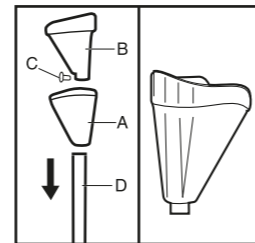

Figura 14
Insira a capa (A) do adaptador no tubo metálico prata (D) até o tubo metálico preto. Depois coloque o adaptador (B) no tubo metálico prata, alinhando os furos do adaptador (B) com os furos do tubo metálico prata, para assim fixar o parafuso (C) deixando o adaptador preso junto ao tubo metálico. Após o adaptador (B) estar fixado com parafuso no tubo metálico prata, suba a capa (A) encaixando-a no adaptador, até ouvir o "CLIC" (figura 14).